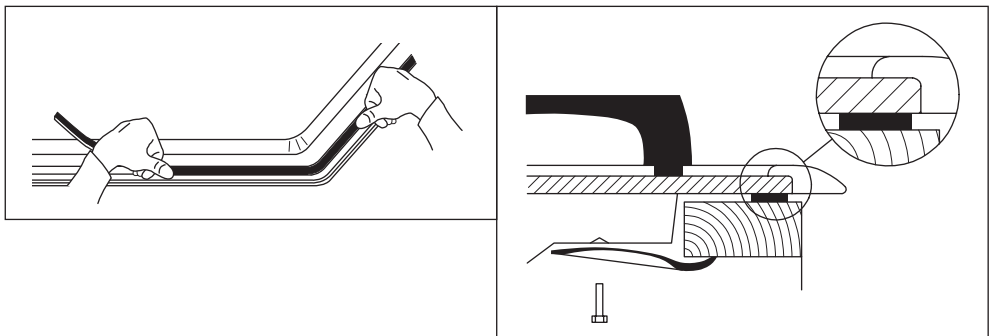

Рис. 3. Установка уплотнителя и фиксаторов
7. Фиксаторы, входящие в комплект варочной поверхности, предназначены для ее крепления к столешницам толщиной от 20 до 40 мм. Схема крепления варочной поверхности показана на Рис. 3. Для надежного крепления варочной поверхности используйте все фиксаторы.